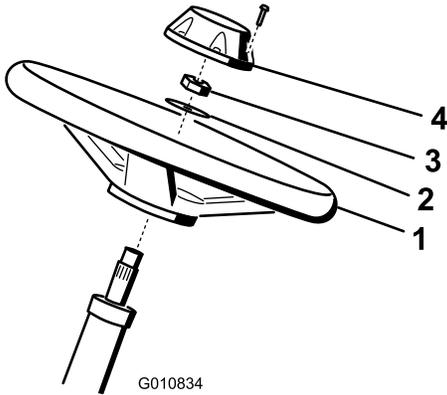

图5
- 将方向盘滑入转向轴（图5）。
- 将垫圈滑入转向轴（图5）。
- 使用锁紧螺母将方向盘固定到转向轴上，旋紧至 27~35Nm（图5）。
- 将中心盖安装到方向盘上，并用螺丝固定（图5）。